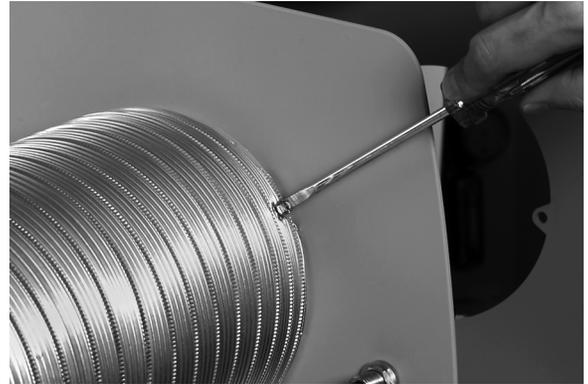

Fig. 14. Raccordement de la gainé de dérivation à l'humidificateur.
3. Fixer la gainé de dérivation à l'humidificateur avec au moins trois vis à tête n° 8 de 1,9 cm (3/4 po). Voir la figure 14. Percer des avant-trous à l'aide d'un foret de 3 mm (1/8 po).